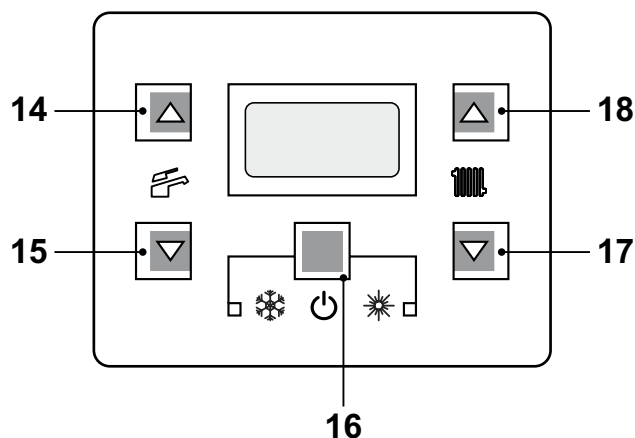
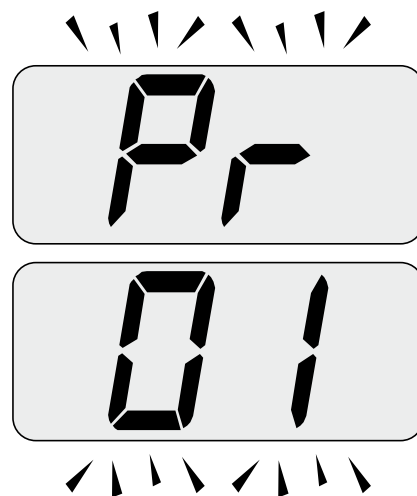

Figura 9.21
Figura 9.22
- Entrare in "modalità programmazione" premendo contemporaneamente per 10 secondi i tasti 16 - 17 - 18 (Figura 9.21) fino a far apparire sul display LCD le lettere **Pr** che si alternano con il codice **01** indicanti l'entrata nel "parametro 01"(Figura 9.22).
- Premere contemporaneamente i tasti 16 e 18 (Figura 9.21) fino a far apparire sul display LCD il valore del parametro 01 (Figura 9.23) (01=KONDENS N 25 R o 03=KONDENS N 35 R).
- Premendo contemporaneamente i tasti 16 e 17 (Figura 9.21) si esce senza modificare il valore (ritorno alla lista parametri Figura 9.22)
- Premendo contemporaneamente per 10 secondi i tasti 16 - 17 - 18 (Figura 9.21) si esce dalla "modalità programmazione".